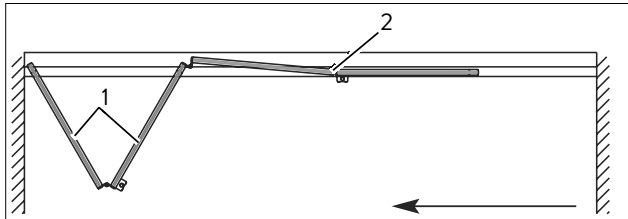
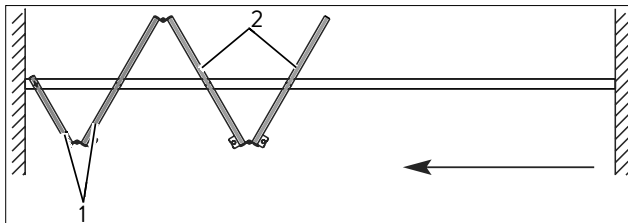

Abb. 12 Inneres Flügelpaar öffnen – FSW EASY Safe
Abb. 13 Flügel öffnen – FSW EASY Safe-C/-C-Plus
Inneres Flügelpaar (Abb. 12/1 oder Abb. 13/1) vorsichtig falten.
2. Beim Falten der Variante FSW EASY Safe darauf achten, dass das äußere Flügelpaar (Abb. 12/2) gerade im Anlagenverlauf bleibt, bis das innere Flügelpaar vollständig zusammengefaltet ist.
3. Bei der Variante FSW EASY Safe-C/-C-Plus wird beim Falten des inneren Flügelpaars (Abb. 13/1) das äußere Flügelpaar (Abb. 13/2) mitgefaltet. Flügel beim Schieben festhalten.